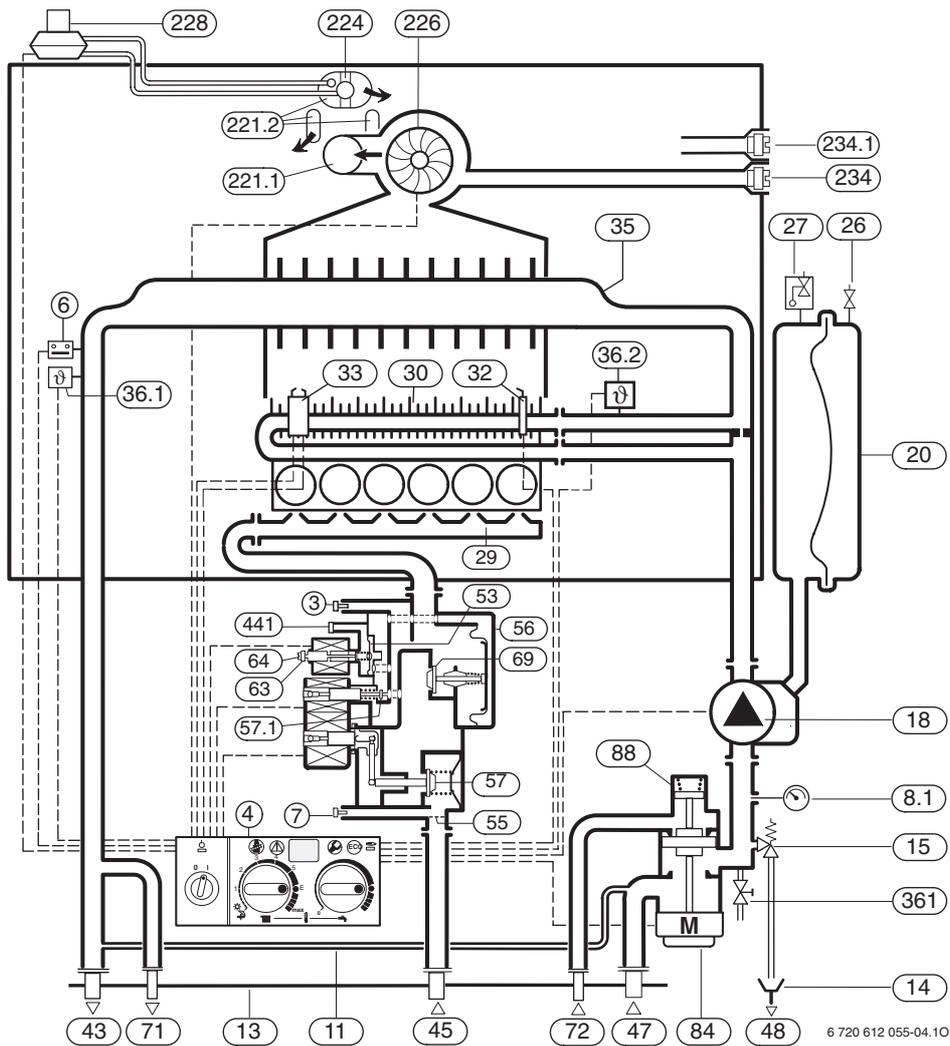

Bild 4
Das Typschild (418) befindet sich rechts unten an der Traverse des Gerätes (Bild 4).